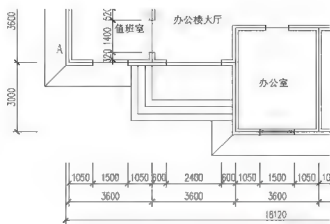

图 3.55 向左延伸尺寸线
(1) 单击【修改】工具栏上的【延伸】图标或在命令行输入“Ex”并按 Enter 键,启动【延伸】命令。
(2) 在选择对象或 <全部选择>:提示下,选择如图 3.55 所示的外墙外边线 A,则 A 墙线变虚,指定了外墙线 A 作为延伸边界。
(3) 按 Enter 键进入下一步。
(4) 在选择要延伸的对象,或按住 Shift 键选择要修剪的对象,或[栏选(F)/窗交(C)/投影(P)/边(E)/放弃(U)]:提示下,输入“E”并按 Enter 键。
(5) 在输入隐含边延伸模式 [延伸(E)/不延伸(N)] <不延伸>:提示下,输入“E”并按 Enter 键,表示沿自然路径延伸边界。
(6) 在选择要延伸的对象,或按住 Shift 键选择要修剪的对象,或[栏选(F)/窗交(C)/投影(P)/边(E)/放弃(U)]:提示下,单击 18000 尺寸线的左端点,这时第三道总尺寸左边的尺寸界线延伸到外墙线 A 处,结果如图 3.55 所示。
(7) 按 Enter 键,结束【延伸】命令。